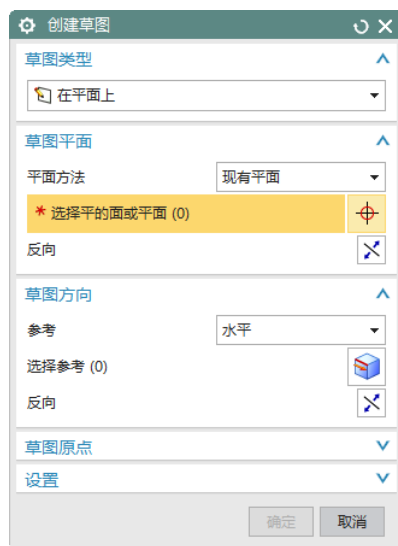

图 5-27 “创建草图”对话框
(2) 在“突出块”对话框中的“类型”下拉列表框中选择“基座”，单击“截面”列表框中的“绘制截面”按钮，打开如图 5-27 所示的“创建草图”对话框。